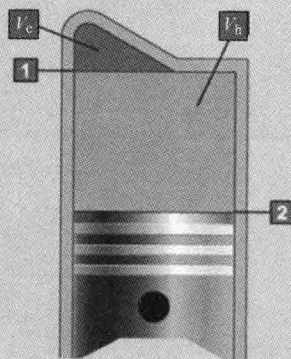

图 1-20 压缩比
(3) 压缩比 压缩比是空气被活塞压缩的比率 (图 1-20)。一般来说, 汽油机的压缩比在 8 ~ 11 之间, 柴油机在 16 ~ 24 之间。